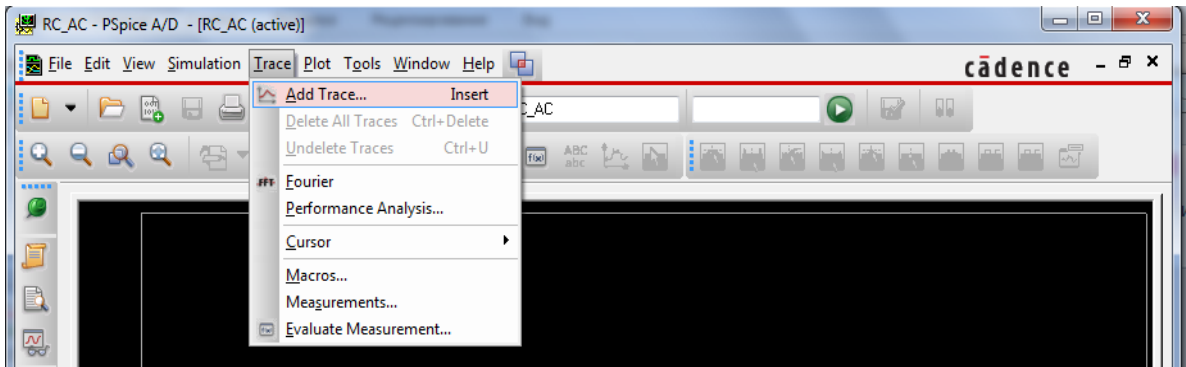

Рисунок 4.9 – Меню *Trace* для вибору діаграми
10. Відкрийте в програмі *PSpice A/D* меню *Trace* (Діаграма) (рис. 4.9).